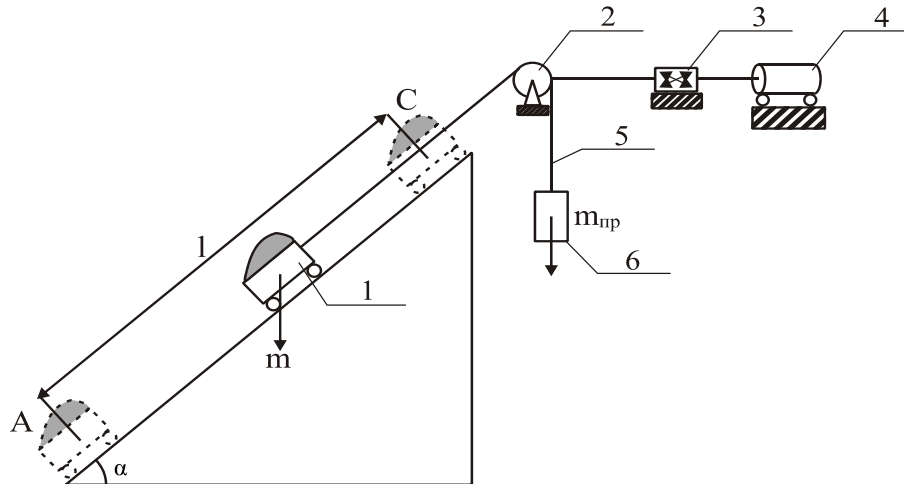

Рис. 3.1. Кинематическая схема механизма наклонного подъемника
- кинематическая схема (рис.3.1) рабочего органа с указанием вращающихся и поступательно движущихся динамических масс и усилий (моментов) сопротивления движению;
Механизм наклонного подъёмника (кинематическая схема показана на рис.3.1) состоит из тележки 1, перемещающейся по рельсовому пути, уложенному под углом к горизонту, под углом α . Тележка совершает движение из нижнего положения, точка A в верхнее положение в точку C на расстояние l .